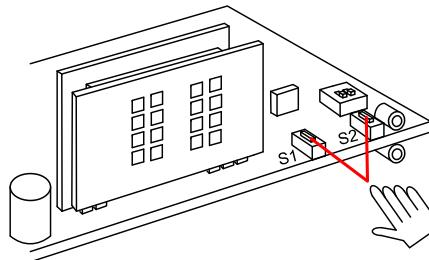

Рис. 5
- 2. Кратковременно нажать кнопку S1 или S2 на плате внутри радара (рис. 5).**